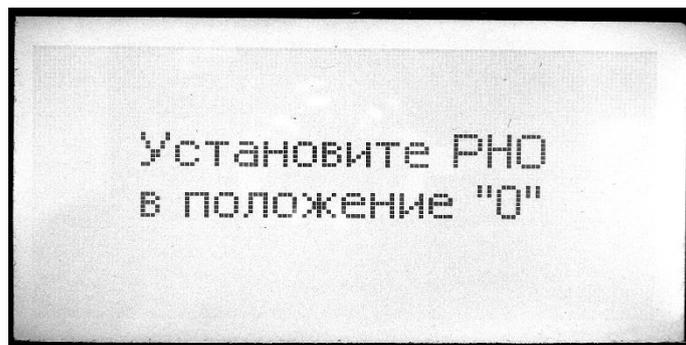

Рис.8.2.
8.2.6. Нажать кнопку «ПУСК» на лицевой панели БУ. На экране появится изображение главного меню (рис.4.3) и загорится красный сигнальный светильник над входом на испытательное поле. Нажимая кнопки «▲» или «▼» блока управления выделить строку основного меню «ИСПЫТАНИЕ ~ 100 кВ» (см. рис.4.3) и нажать кнопку «ВЫПОЛНИТЬ» блока управления (включится сирена на 1-2с.) В том случае, когда регулятор напряжения не стоит в «нулевом» положении на экране появляется надпись «Установите РНО в положение «0» (см. рис.8.2). Далее оператору будет предложено выбрать максимальный ток нагрузки (см. рис.8.3). Нажимая кнопки «▲» или «▼» блока управления устанавливаем необходимую величину тока нагрузки. Установив требуемое значение тока - нажать на кнопку «ВЫПОЛНИТЬ». При этом блок управления переходит в режим испытания объектов переменным напряжением до 100 кВ. На рис. 8.4. показан вид экрана при включении указанного режима.